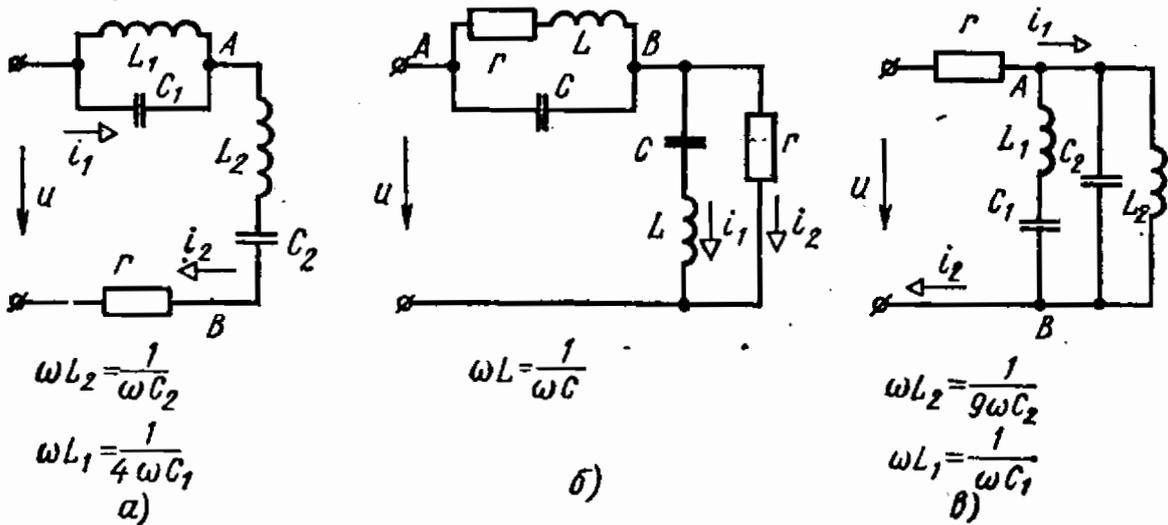

Рис. 8.18
8.18*. Перечислите номера гармоник, которые будет содержать ряд Фурье, записанный: а) для тока i_1 ; б) для тока i_2 ; в) для напряжения u_{ab} , если напряжение на входе схем рис. 8.18, а — задано уравнением $u = U_{(1)m} \sin \omega t + U_{(2)m} \sin 2\omega t + U_{(3)m} \sin 3\omega t$.
| Наименование несинусоидальной величины | Номера гармоник, содержащихся в ряду Фурье (рис. 8.18) | | |